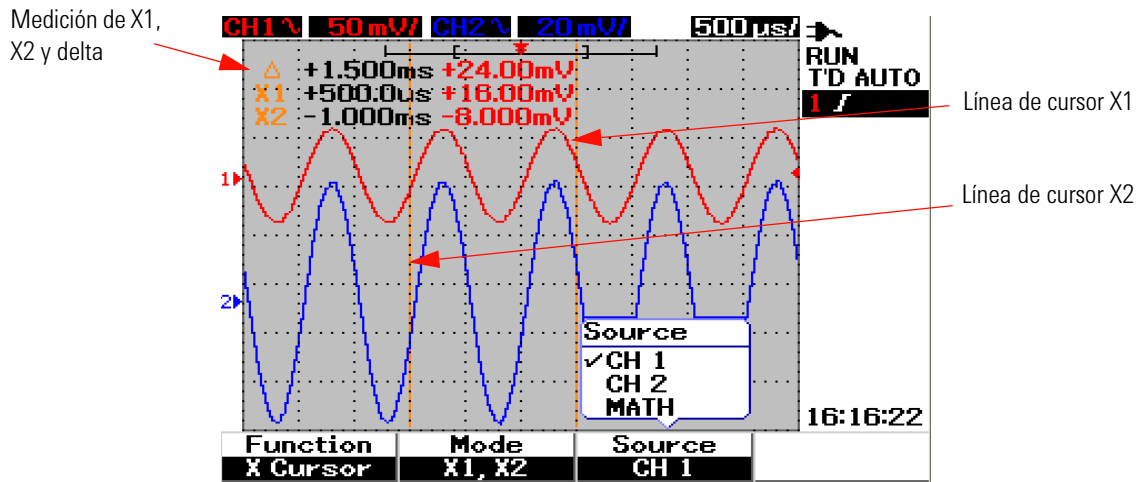

Figura 3-31 Medición del cursor X para la señal del canal 1 con líneas de cursor X1 y X2
- 4 En la Figura 3-31, se seleccionan dos líneas de cursor – modo X1 y X2 –, donde se realiza la medición para la señal en el canal 1.